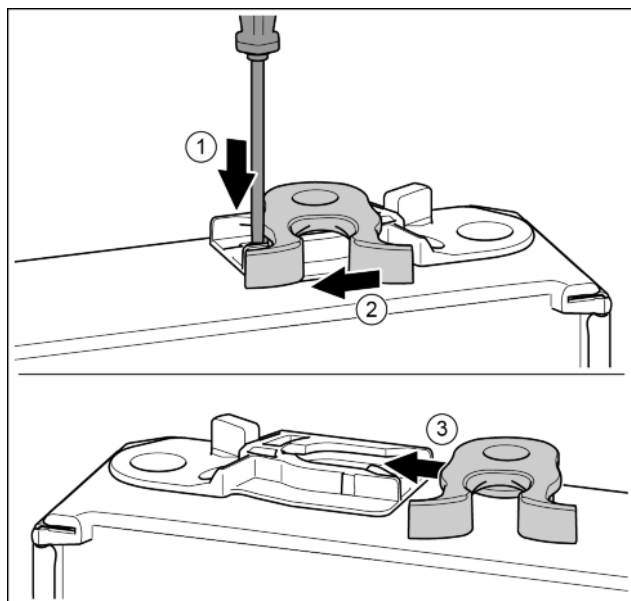

Fig. 14
- ▶ Odvijačem s prorezom pritisnite jezičac prema dolje. Fig. 14 (1)
- ▶ Izvucite kuku za zatvaranje iz vodilice. Fig. 14 (2)
- ▶ Gurnite kuku za zatvaranje na drugoj strani u vodilicu. Fig. 14 (3)